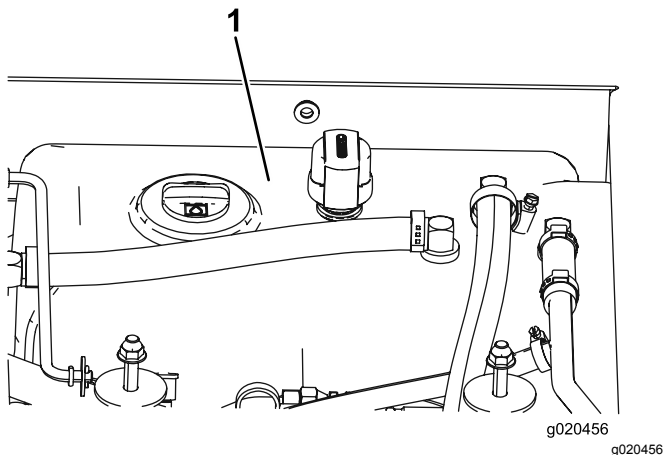

Bild 78
- Füllen Sie den Hydraulikbehälter (Bild 78) mit Hydrauliköl, siehe Prüfen des Hydrauliköls (Seite 63).